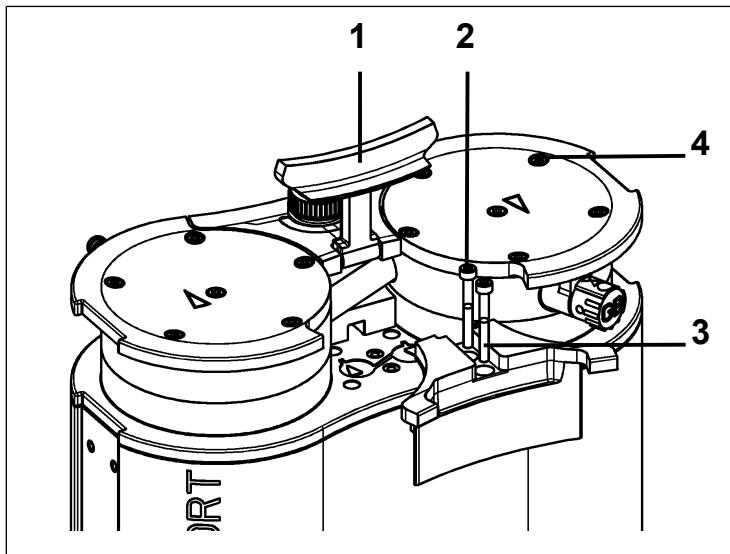

Fig.9: Démonter le cache
1. Mettez la poignée (Fig. 9/1) en position verticale.
2. Desserrez les vis (Fig. 9/2) du cache (Fig. 9/3).
3. Retirez le cache (Fig. 9/3).
4. Desserrez les vis de la tête (Fig. 9/4).
1. Marquez la plaque de pression (2), le couvercle de tête (3), la plaque intermédiaire (5) d'un trait de marqueur continu. Cela permet d'éviter que les pièces ne soient mal assemblées par la suite.
2. Desserrez les vis extérieures (Fig. 9/4) de la tête de pompe.